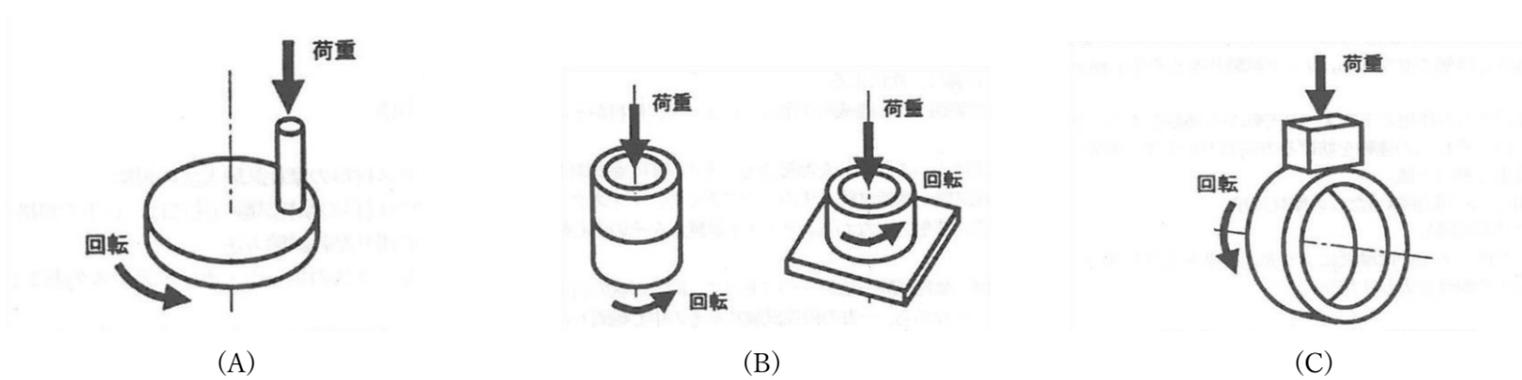

図 3-1 摩耗試験
(1) 図 3-1 に示す摩耗試験 (A)、(B)、(C) の名称を次の ① から ⑦ の中からそれぞれ選択しなさい。
- ① スラストシリンダ摩耗試験
- ② 往復しゅう動摩耗試験
- ③ スガ式摩耗試験
- ④ ブロック・オン・ディスク摩耗試験
- ⑤ ボール・オン・ディスク摩耗試験
- ⑥ 曾田式四球試験
- ⑦ ピン・オン・ディスク摩耗試験